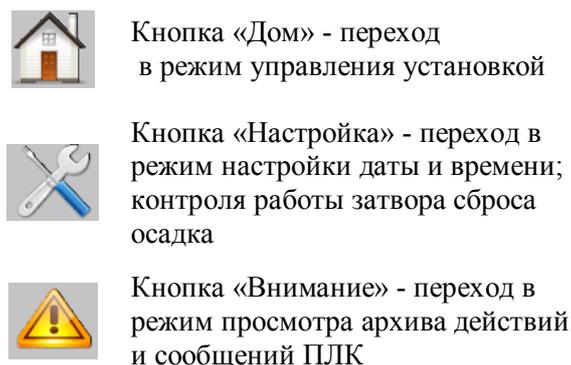

Рис. 7.1.1. Кнопки экрана приветствия
1. **Период АВР.** В данном случае ввод в работу резервной линии с последующим возвратом на основную линию происходит по истечению установленного интервала времени (по умолчанию 72 часа). Установка интервала времени производится нажатием кнопки «Настройка» (см. рис. 7.1.1), далее в разделе «Установка параметров АВР».